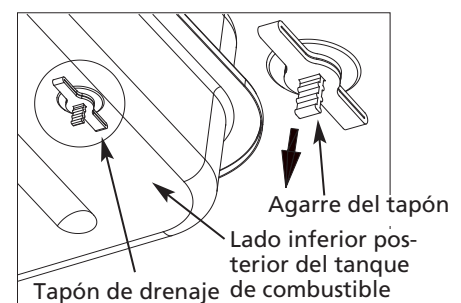

Figura 9 – Extracción del Tapón de Drenaje
1. Tire del agarre del tapón de drenaje del lado inferior posterior del tanque de combustible para retirarlo y luego drene el tanque de combustible. Consulte la Figura 9.